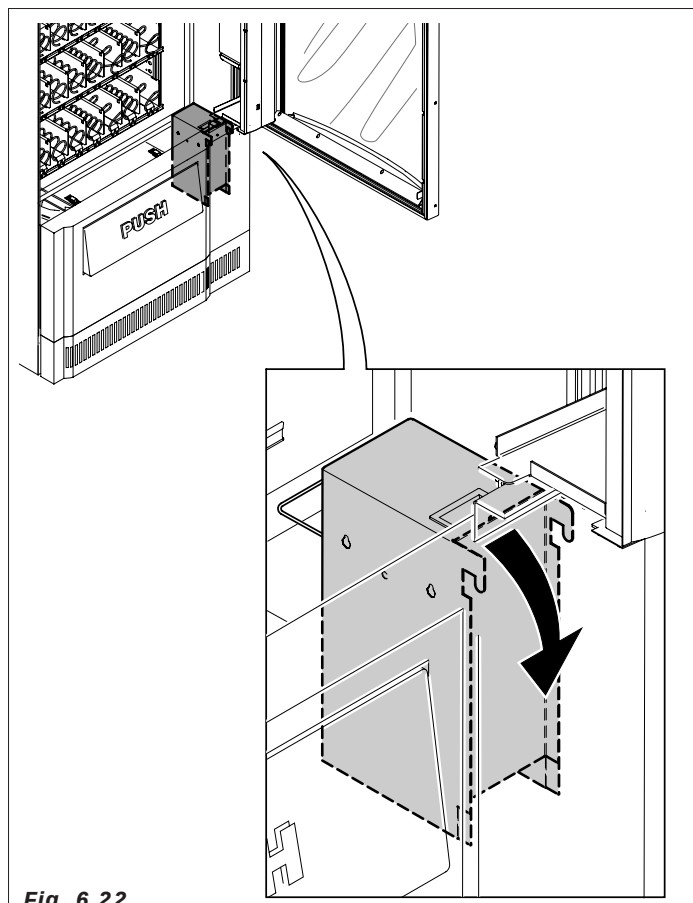

Fig. 6.22
- colocar el monedero (Fig. 6.22).